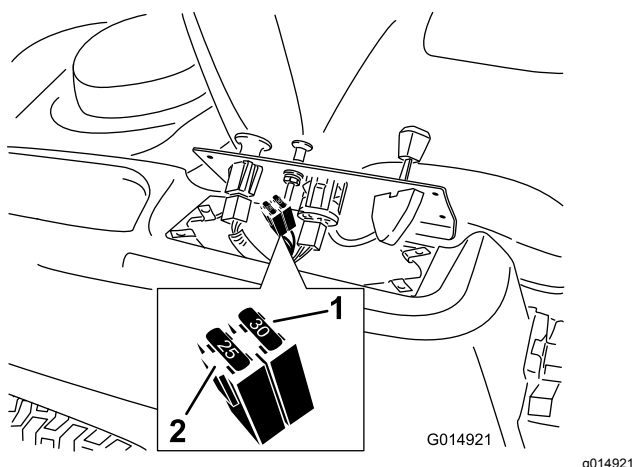

Figure 55
2. Soulevez le panneau de commande pour accéder au faisceau de câblage principal et au porte-fusibles (Figure 55).
3. Pour remplacer un fusible, tirez dessus pour l'enlever (Figure 55).